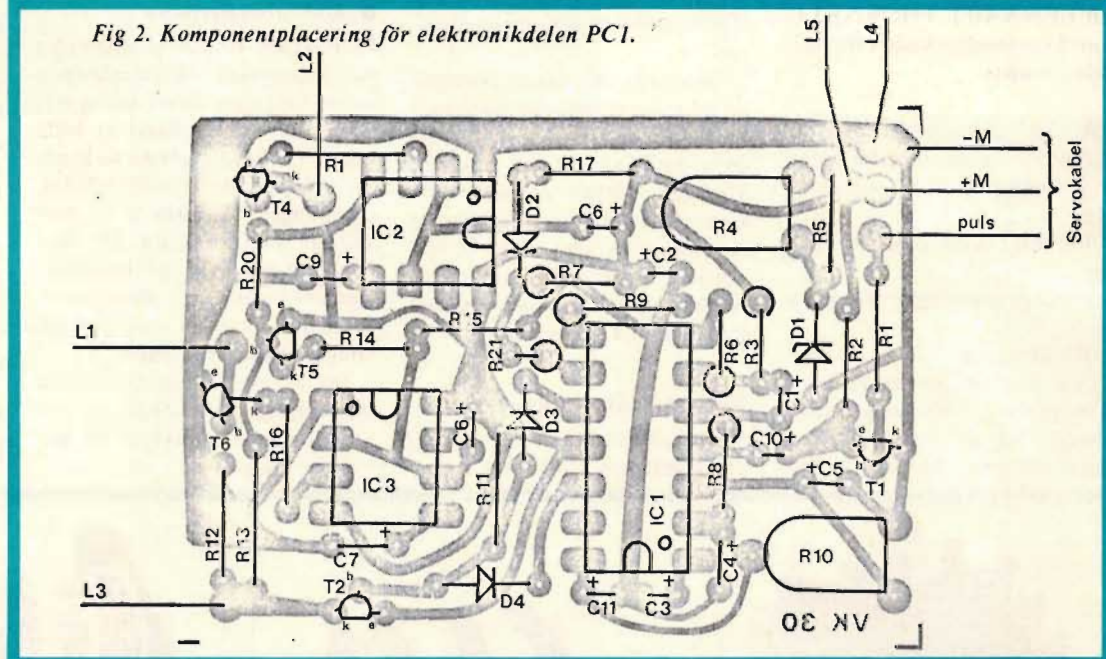

Fig 2. Komponentplacering för elektronikdelen PCI.
► **Elektronikkortet PC 1** monterar enligt fig 2. Placera komponenterna så nära kortet som möjligt för lägsta komponenthöjd. Börja med kretsarna och trimpotentiometrarna. Flertalet motstånd monteras liggande. De stående orienteras enligt fig 2. Observera tantalkondensatorernas polarisering! Vänd transistorer och dioder rätt. Anslut servosladden (+M, -M, puls).